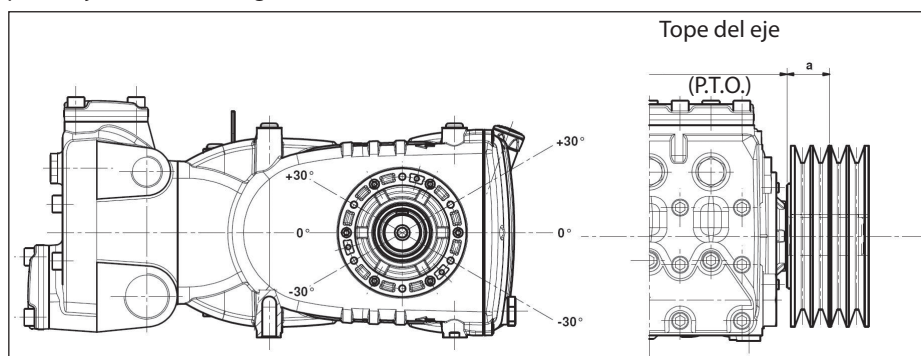

Fig. 10
La carga radial sobre el eje no debe ser superior a 7500 N (valor necesario para definir el Layout). La transmisión es considerada adecuada si tal carga es aplicada a una distancia máxima  $a=40\text{ mm}$  del tope del eje (P.T.O) como se indica en la Fig. 10.
- b) Utilizar correas de alto rendimiento –por ejemplo **XPB** en lugar de **SPB**– ya que resultará necesario una cantidad inferior de correas en paridad de potencia transmitida y una consecuente distancia inferior de la resultante con respecto al tope del eje (P.T.O.) “a” de Fig. 10.